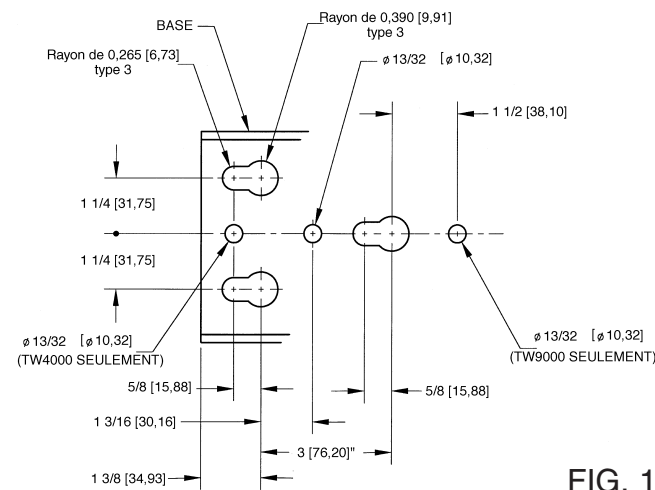

FIG. 1
4. Le treuil est équipé de trous en poire dans la base à utiliser avec des goujons à épaulement de montage rapide, s'il y a lieu. (Voir FIG. 1.) Si l'on désire utiliser des goujons de montage rapide (accessoire DL n° 6365), ils doivent être solidement montés dans le chevalet du treuil. Après le positionnement du treuil sur les goujons, un boulon M10 doit être placé dans un des autres trous disponibles pour maintenir le treuil fermement en position.